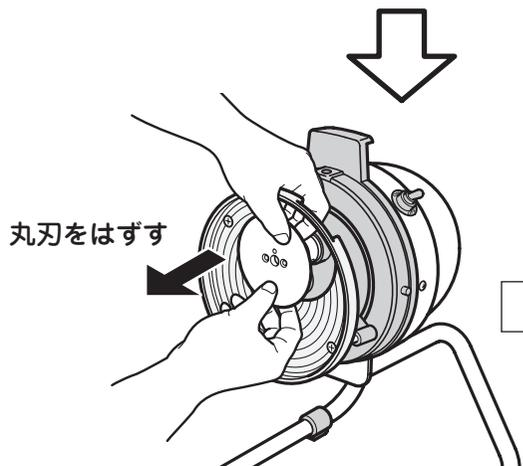

図3
- ⑤ 丸刃を手前にずらして回転盤との隙間を開けて、もう一方の手で丸刃をつまんで前方にはずしてください。（図3）